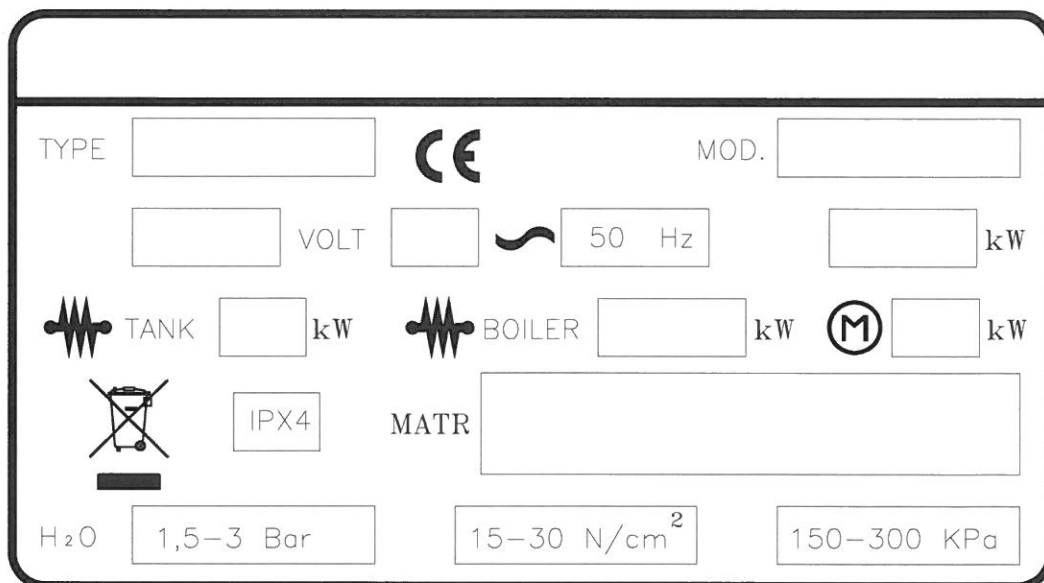

Рис. 1-1
- Табличка с техническими данными (Рис. 1-1) прикреплена на правой панели машины. Она содержит всю необходимую для установки машины информацию.
- The specifications tag (Fig. 1-1) is placed on the right-hand panel of the machine. It contains all the necessary data to install the appliance.
- Das Maschinenschild (Fig. 1-1) befindet sich an der rechten Seite des Gerätes. Es enthält alle für die Aufstellung notwendigen Daten.
- La plaquette (Fig. 1-1) comportant les caractéristiques de l'appareil est placée sur le côté droit. Elle indique toutes les données nécessaires à la mise en place de la machine.
- La placa de características (Fig. 1-1) está ubicada en el flanco derecho de la máquina. Contiene todos los datos necesarios para la instalación.